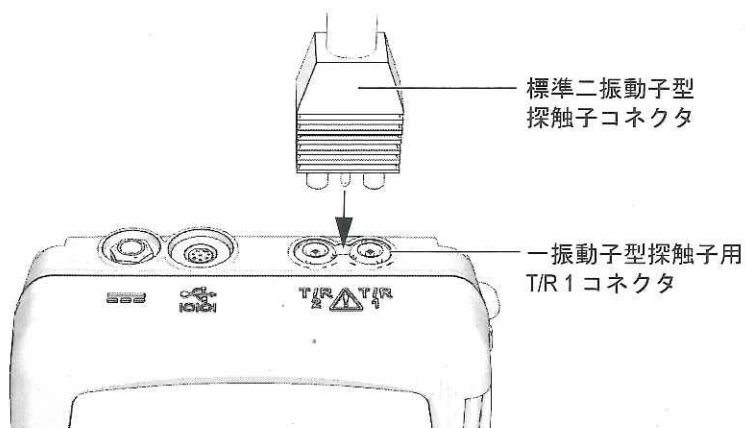

図 5-1 探触子の接続
1. 38DL PLUS ケースの上面の探触子コネクタに探触子を差し込みます (60 ページ 図 5-1 参照)。一振動子型探触子には、T/R 1 を使用します。